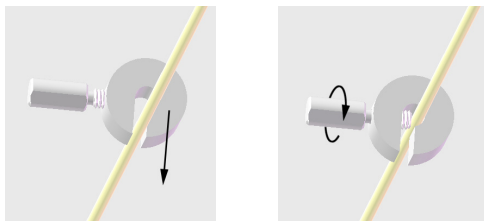

Figura 2: Applicazione dell'arresto dell'elettrocattetere DBS
5. Misurare la profondità desiderata dell'elettrocattetere DBS con un calibro o un righello e applicare l'arresto dell'elettrocattetere DBS a tale lunghezza. Per applicare l'arresto dell'elettrocattetere DBS, premere l'elettrocattetere DBS al centro dell'arresto e quindi serrare la vite (Figura 2). Questo farà sì che l'elettrocattetere DBS sarà inserito alla profondità corretta.